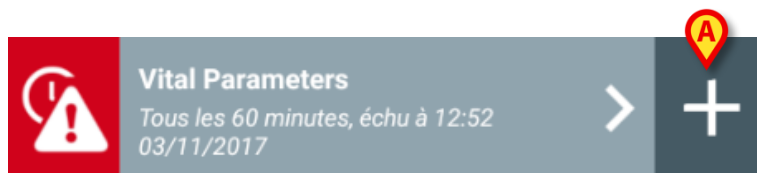

Fig 74
- taper sur le bouton "+" placé à droite de l'ensemble de données dédié (Fig 74 **A**).